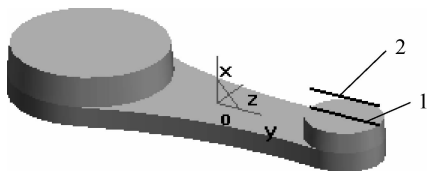

图 3-80 绘制小凸台上直线的等距线
(10) 单击  按钮, 在立即菜单中选择“单根曲线”方式, 输入距离“10”, 拾取直线 1, 选择等距方向为向上, 将其向上等距 10 mm, 完成对直线 2 的绘制, 作图结果如图 3-80 所示。